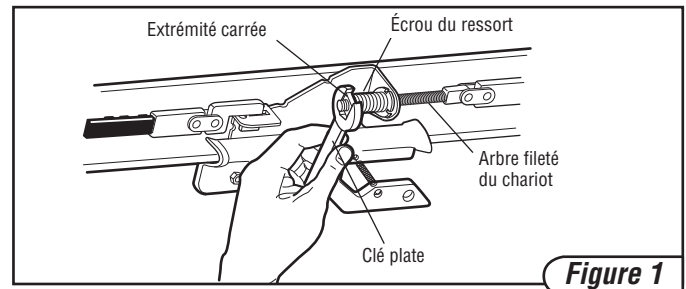

Figure 1
3. Placer une clé plate sur l'extrémité carrée de l'écrou du ressort, desserrer l'écrou pour éliminer la tension du ressort (Figure 1).